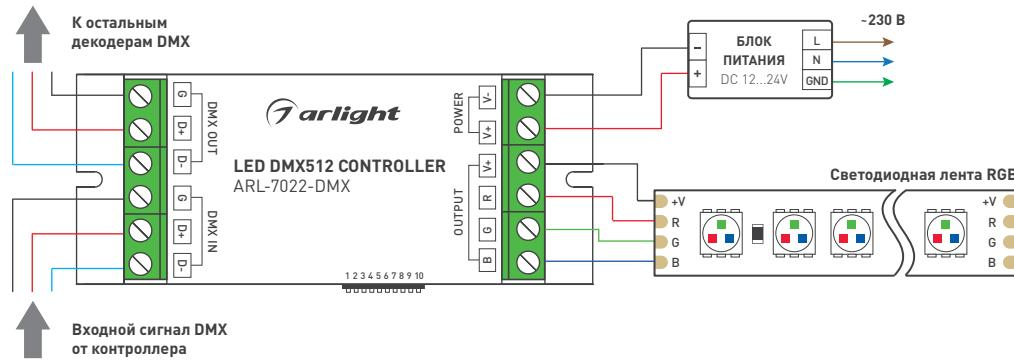

Рис. 1. Схема подключения декодера
- Подключите провода от DMX-контроллера ко входу DMX IN (см. рис. 1), соблюдая полярность. Соблюдение полярности обязательно, в противном случае управление декодером не будет осуществляться.
- Подключите выход блока питания ко входу POWER декодера (см. рис. 1), соблюдая полярность.